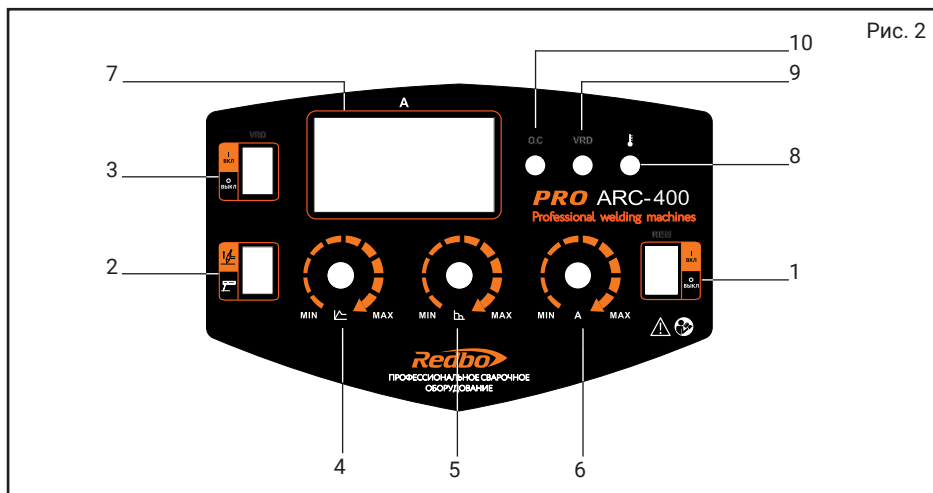
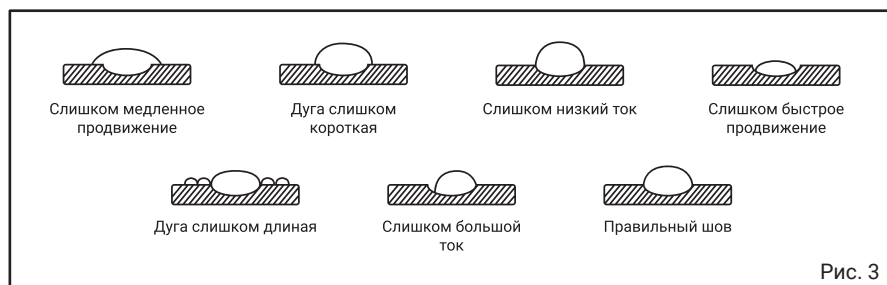

Рис. 2
Рис. 3
1. вентиляционные отверстия, 2. панель управления (более подробное описание на стр. 7, рис. 2), 3. разъем «-» подключения силового кабеля с зажимом, 4. разъем «+» подключения силового кабеля с электрододержателем, 5. разъем подключения управления REM; 6. шнур питания, 7. выключатель, 8. вентилятор системы охлаждения; 9. клемма заземления; 10. рукоятки.
Сварочный инвертор выполнен в металлическом корпусе с вентиляционными отверстиями на боковых и передней (рис. 1, поз. 1) стенках и снабжен вентилятором охлаждения (рис. 1, поз. 8) для отведения излишнего тепла. В передней части находятся разъемы для подключения силовых проводов MMA (рис. 1, поз. 3, 4), разъем подключения управления REM (рис. 1, поз. 5), а также панель управления сварочным инвертором (рис. 1, поз. 2) (более подробно представлена на стр. 7, рис. 2),
Для начала работы выберите необходимый режим сварки нажав на кнопку (рис. 2, поз. 2):
7.1.3 После подключения сварочного инвертора к сети, для включения необходимо перевести выключатель (рис. 1, поз. 7) в положение «вкл.», после чего на дисплеях (рис. 2, поз. 7) появятся установленные значения.
7.1.4 Выбор режима MMA устанавливается нажатием на кнопку выбора режима сварки (рис. 2, поз. 2), при этом загориться соответствующее значение на информативном дисплее (рис. 2, поз. 7).
Необходимое значение сварочного тока можно установить с помощью регулировки (рис. 2, поз. 6). Показания величины сварочного тока отображаются на информативном дисплее (рис. 3, поз. 7).
Параметры сварочных швов указаны на рис. 3